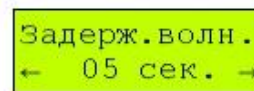

Рис.4.4-5 Пример окон редактирования настроек с полями ввода данных
- ОКНА РЕДАКТИРОВАНИЯ НАСТРОЕК, отображающие значения параметров работы прибора с возможностью их изменения (см. рис.4.4-5).